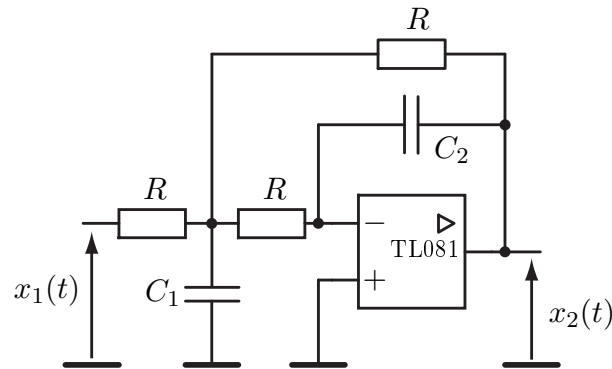

FIGURE 8.8 – Filtre passe-bas utilisé dans le détecteur synchrone. On donne $C_1 = 22 \text{ nF}$ et $C_2 = 4,7 \text{ nF}$
8.2.4.2.1 Étude et réalisation du filtre passe-bas Le filtre passe-bas utilisé dans le détecteur synchrone est représenté figure 8.8.
- ☞ Réaliser le montage représenté figure 8.9 sur une plaquette d'essai. Le filtre passe-bas est le filtre représenté figure 8.8.